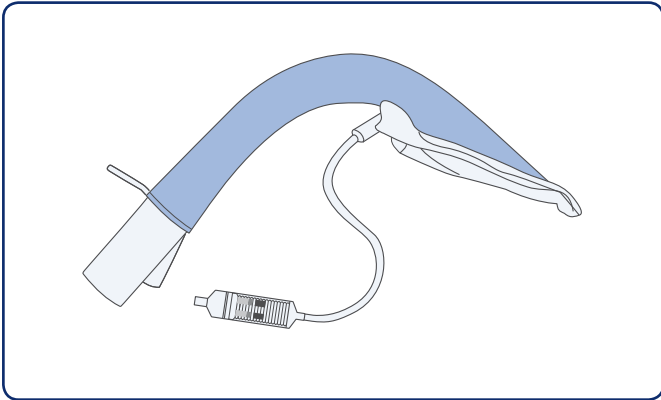

Figura 6: Después de lograr que el manguito adopte forma de cuña durante el desinflado, desconecte la jeringa del tubo de inflado
4. Mantenga la tensión de la jeringa mientras la desconecta rápidamente del puerto de inflado. Así se garantizará que la mascarilla permanezca correctamente desinflada, tal como se muestra en la Figura 6.